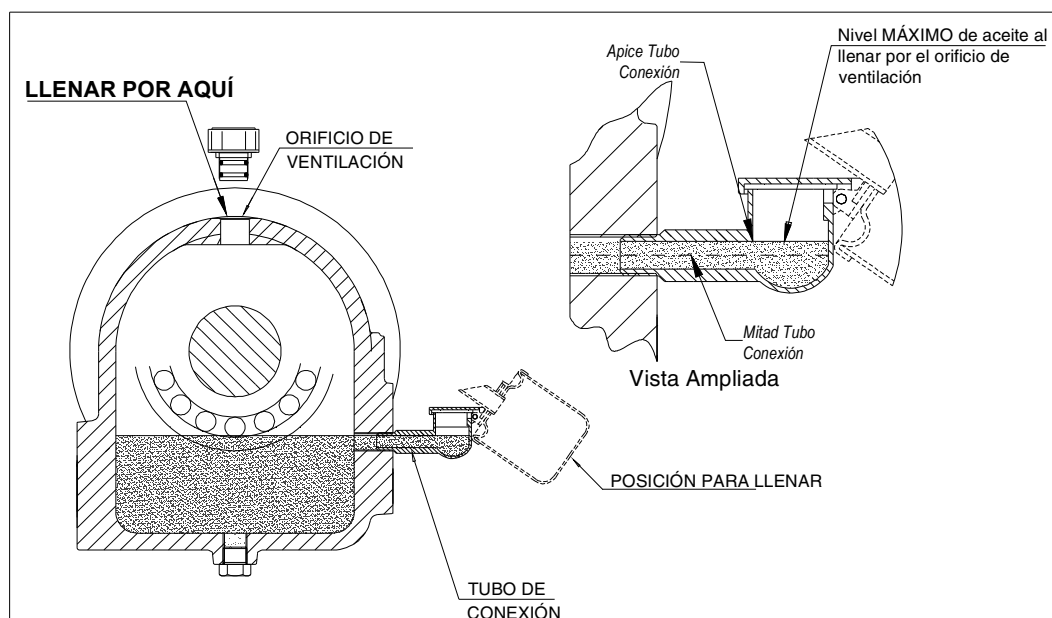

Figura 17
- 1.- Quitar el tapón de ventilación, poner el depósito de reserva en posición de llenado, ver figura 17.
- 2.- Vierta el aceite, lentamente, a través del orificio de ventilación hasta que se comience a ver éste por el codo de conexión y que el nivel esté entre la mitad y el ápice del tubo de conexión, ver figura 17.
- 4.- A partir de este momento el llenado debe efectuarse por el depósito de reserva (mantenedor de nivel de aceite), ver figura 17.